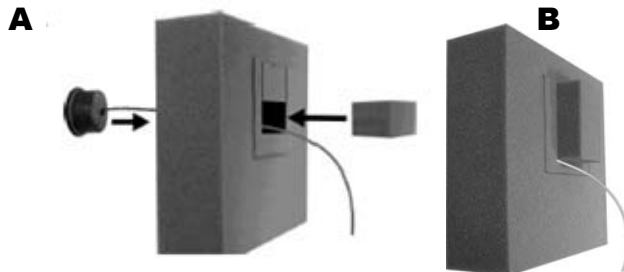

Abb. 15. DM5-Mikrofon und Schaumstoffwürfel im Schaumstoffgehäuse platzieren
- Halten Sie die Basisstation mit geöffneter Tür an die Wand und markieren Sie durch die vier Schraubenlöcher in der Gehäuserückseite die Stellen an der Wand, an der die Löcher zu bohren sind (Abb. 15).